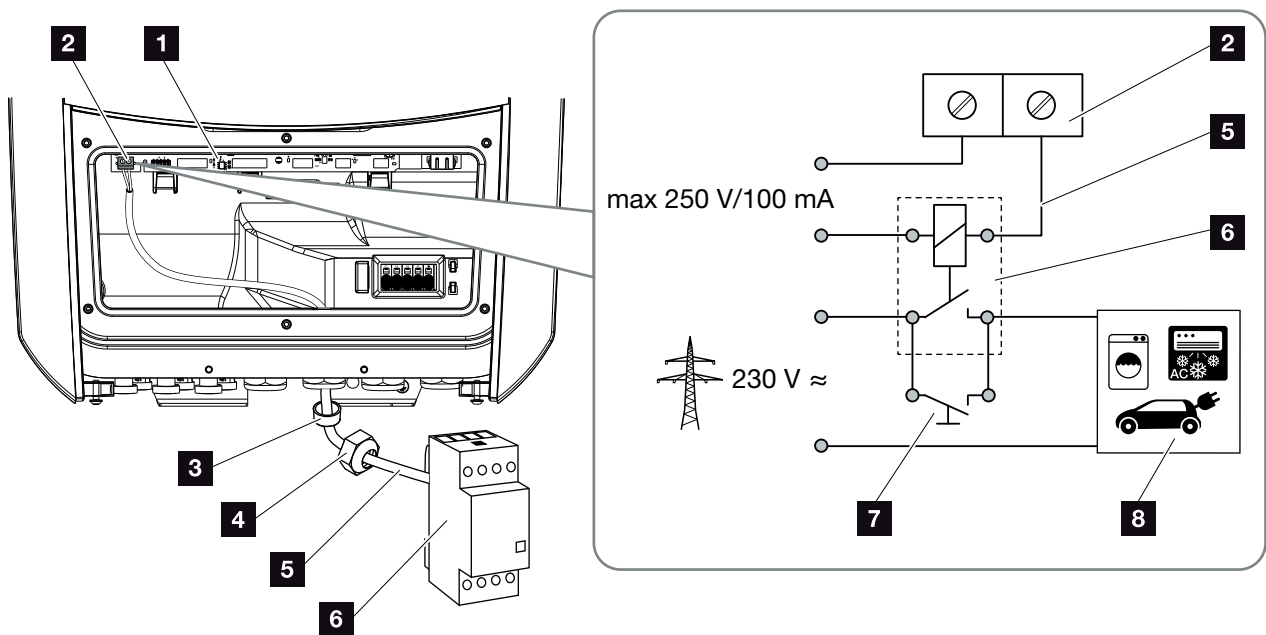

Fig. 65 : Raccordement électrique Contrôle de l'autoconsommation
2. Raccorder correctement le relais de charge à la borne de connexion pour le contrôle de l'auto-consommation sur la carte SCB (couple de serrage : 0,5 Nm).  **Fig. 65 pos. 2**